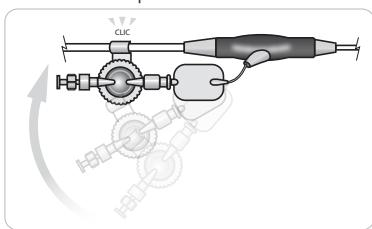

Figura 5.5
6. Innestare la clip di spуро (collocata sul serbatoio a pressione del braccio laterale trasparente) nel cavo di collegamento come mostrato nella Figura 5.5.